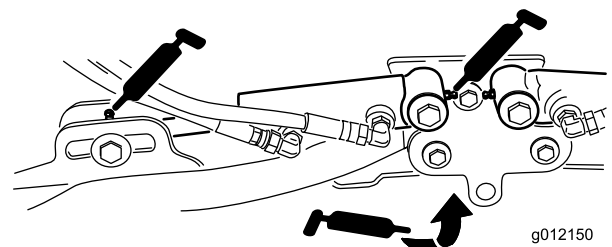

図 53
- ・ 昇降アームのシリンダ (各アームに2ヶ所) (図 53)
- ・ 昇降アームのピボット (各アームに1ヶ所) (図 53)